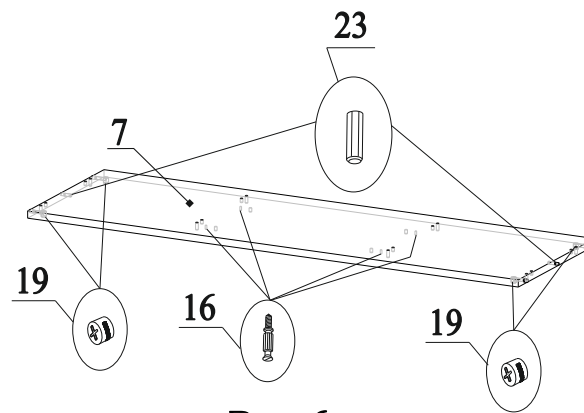

Рис.6
11. В торцы детали 7 вставить шканты 23 (рис.6);
12. В отверстия на детали 7 вставить эксцентрики 19 стрелками к торцевым отверстиям (рис.6);
13. В отверстия на детали 7 вкрутить дюбеля 16 (рис.6);